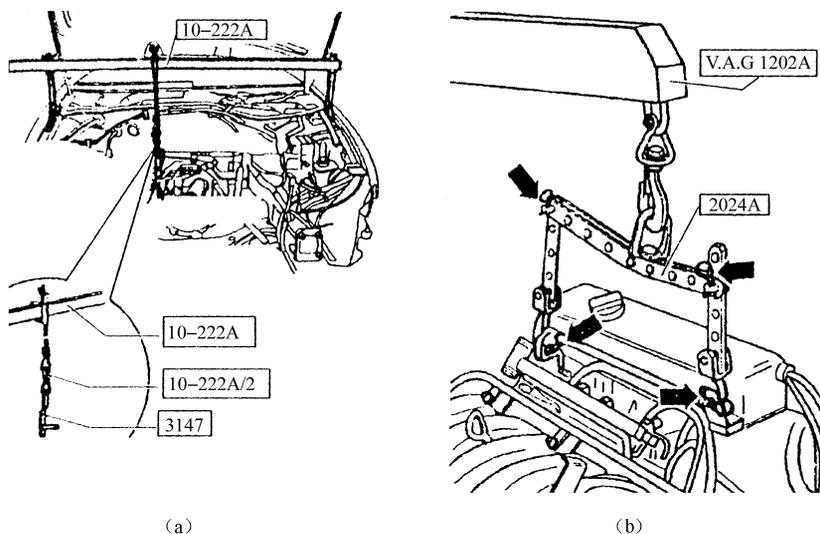

图 1.13 吊装发动机
⑮ 拆下启动机、前排气管。将发动机和变速器顶起，拆下发动机和变速器下部的连接螺栓，将发动机与变速器分开。拆下发动机上部左、右两边支承的固定螺母。如图 1.13 所示，用小吊车将发动机缓缓吊出，在吊装过程中，应轻轻摆放发动机，并注意不要碰伤其他机件。
⑯ 将拆下的发动机固定在 VW540 支架上进行检修。